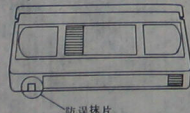

图 1-17 带有防误抹片的盒式磁带
5) 参看图 1-17, 完成上述调整后, 应确认当放入带有防误抹